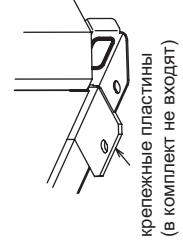

Рис. 3 (без съемной опоры)
- ④ Если болты крепления закручиваются после установки блока на основание, то используйте крепежные пластины (в комплект не входят). См. рис. 3 и 4.
- ⑤ Изолируйте отверстия, через которые в блок входят фреоновые трубы и кабели, для исключения проникновения в блок мелких животных и воды, которые могут повредить компоненты блока.
- ⑥ При подключении фреоновых труб и кабелей снизу убедитесь, что они не мешают установочным элементам блока.
- ⑦ Следуйте дополнительным рекомендациям, приведенным в „Инструкции по установке“.